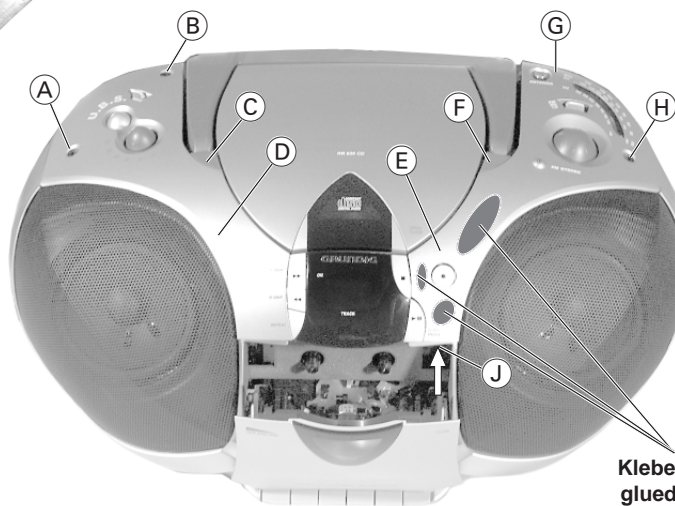

Fig. 1
- Deckel (F) abnehmen und darunter liegende Schraube entfernen (Fig. 1).
- Schraube (H) und (B) herausdrehen (Fig. 1).
- Abdeckung (E) (Fig. 1) abnehmen:
- Remove cover (F) and undo the screw below it (Fig. 1).
- Undo screw (H) and (B) (Fig. 1).
- Remove cover (E) (Fig. 1):
- Schraube **B** herausdrehen (Fig. 1).
- Undo screw **B** (Fig. 1).
- Deckel **C** und **F** abnehmen und darunter liegende Schrauben herausdrehen (Fig. 1).
- Schraube **A** und **H** herausdrehen (Fig. 1).
- Abdeckungen **D** / **D** (Fig. 1 / 14) und **E** / **E** (Fig. 1 / 13) an den Punkten **d** und **e** abhebeln.
- Remove covers **C** and **F** and undo the screws below them (Fig. 1).
- Undo screws **A** and **H** (Fig. 1).
- Lever off the covers **D** / **D** (Fig. 1 / 14) and **E** / **E** (Fig. 1 / 13) at points **d** and **e**.
- Deckel © abnehmen und darunter liegende Schraube entfernen (Fig. 1).
- Schraube ① und ② herausdrehen (Fig. 1).
- Abdeckung ③ (Fig. 1) lösen genauso wie unter Pkt. 1 Teil ④.
- Remove cover © and undo the screw below it (Fig. 1).
- Undo screw ① and ② (Fig. 1).
- Remove cover ③ (Fig. 1) like cover ④ as described under point 1.